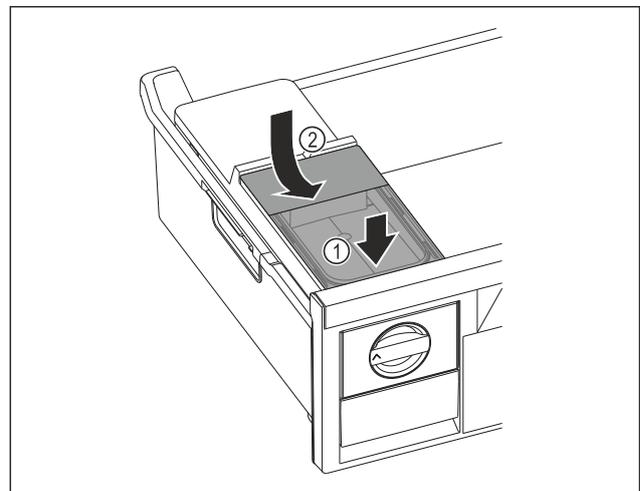

Fig. 81
- ▶ Помістити бак для води спереду. Fig. 81 (1)
- ▶ Опустити бак для води ззаду. Fig. 81 (2)